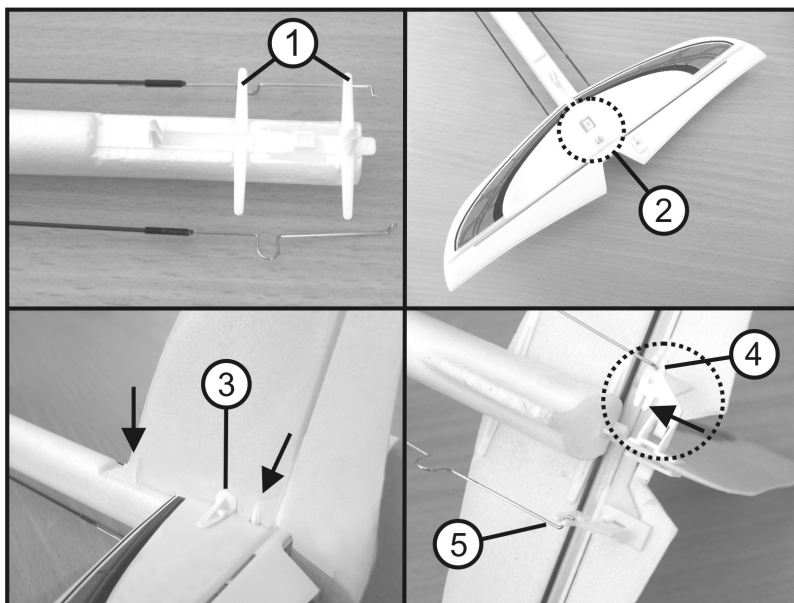

Figura 5
Inserire delicatamente il timone di quota (2) nell'apposito supporto (1), illustrato nella figura 5. Qui il decoro è rivolto verso l'alto, mentre la leva di accoppiamento è rivolta in basso.
Spingere delicatamente il timone di direzione negli appositi supporti (vedere figura 5, pos. 3 e la freccia). La barretta di unione del piano di coda dell'impennaggio (figura 5, pos. 3) deve incastrarsi saldamente nel supporto del timone di quota (figura 5, pos. 1).
Montare la tiranteria sul timone di direzione (figura 5, pos. 4) o sul timone di quota (figura 5, pos. 5). A questo scopo utilizzare delle pinzette piatte per fissare delicatamente il filo di comando esternamente nei rinvii dal timone di direzione e dal timone di quota. Per i piloti esperti che desiderano un'escursione maggiore del timone di direzione e di quota, è possibile fissare i fili di comando internamente (vedere la freccia in corrispondenza della pos. 4).